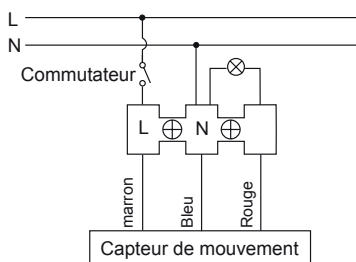
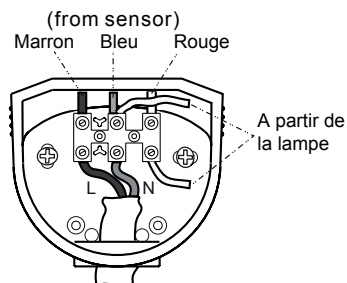
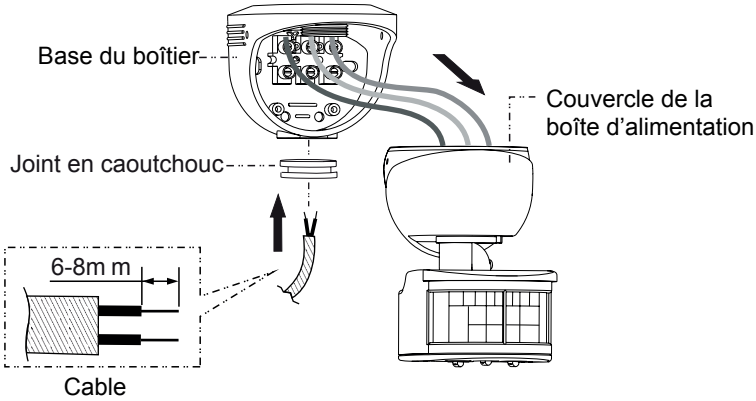
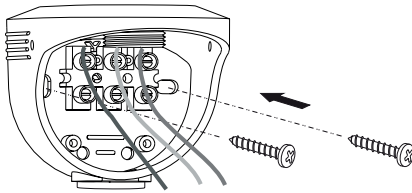

FIG. 5
FIG. 6
FIG. 7
FIG. 8
1. Retirer le capteur du boîtier et fixer la base du boîtier sur le mur ou le plafond à l' aide des vis (Voir FIG.7 & FIG.8).
2. Alimenter les câbles à travers le joint en caoutchouc et se référer au schéma de câblage pour connecter les câbles. Veuillez dénuder 6-8 mm du câble à l' aide de l' outil (Voir FIG.5 & FIG.6 & FIG.7).